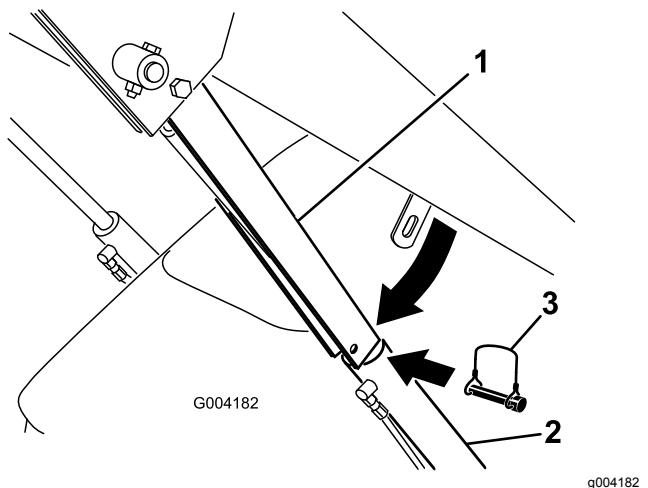

Рисунок 23
- Извлеките шплинт, который крепит замок гидроцилиндра к стреле погрузчика (Рисунок 23).
- Опустите замок гидроцилиндра на шток гидроцилиндра и закрепите его при помощи шплинта (Рисунок 23).